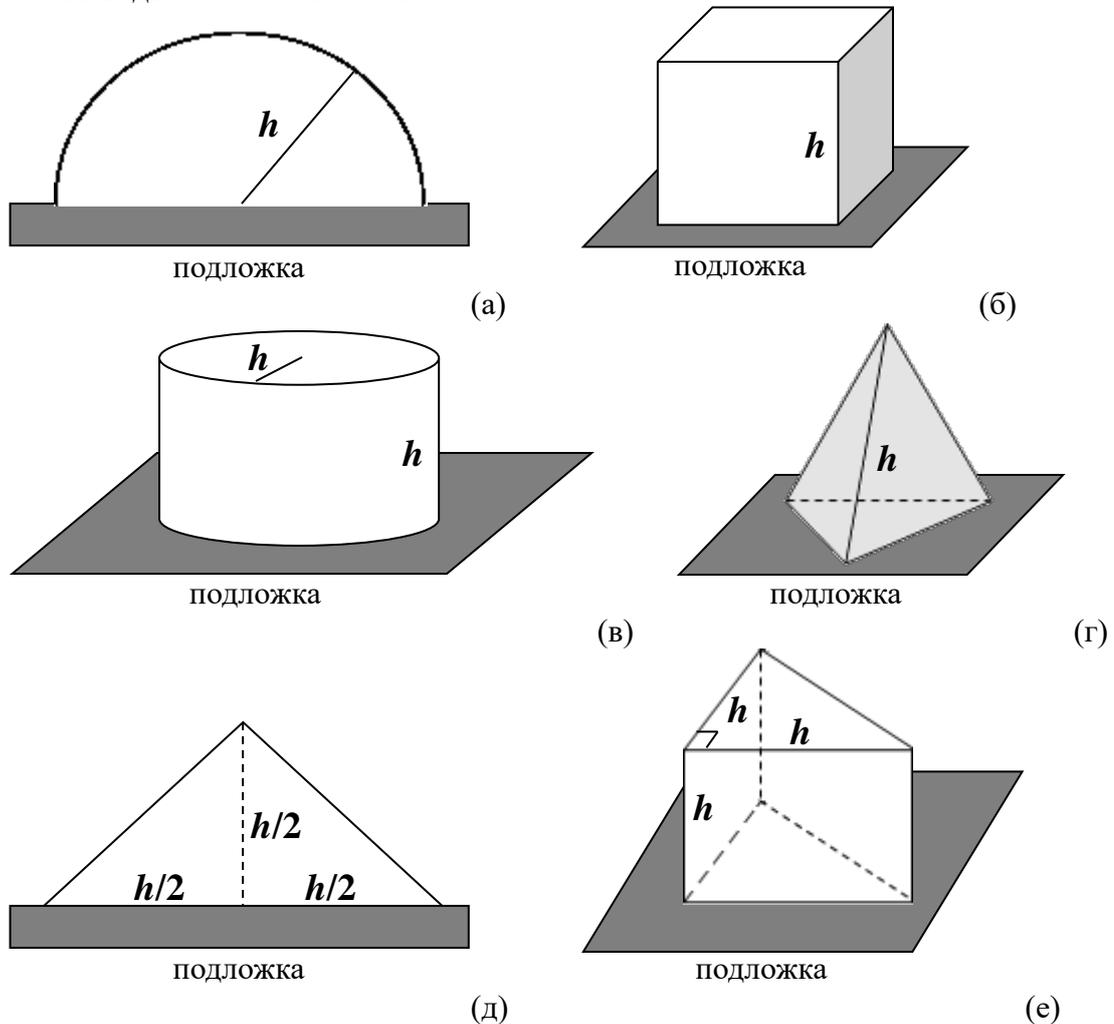

Рисунок 2. Формы зародышей: куполообразная (а), кубическая (б), цилиндрическая (в), тетраэдрическая (г), пирамидальная (д), призмобразная (е).
- куполообразной (h – радиус полусферы) (рисунок 2а);
- кубической (h – длина ребра куба) (рисунок 2б);
- цилиндрической (радиус и высота равны h) (рисунок 2в);
- тетраэдрической (длины всех ребер равны h) (рисунок 2г);
- пирамидальной (длина ребра квадратного основания равна h , высота пирамиды равна $h/2$) (рисунок 2д);
- призмобразной (высота равна h ; основание – прямоугольный треугольник с длиной катетов h) (рисунок 2е).
Зная форму и объем зародыша, необходимо рассчитать структурный параметр h (смотрите рисунок 2), с помощью которого можно оценить площадь поверхности S ($S = S_1 + S_2$).